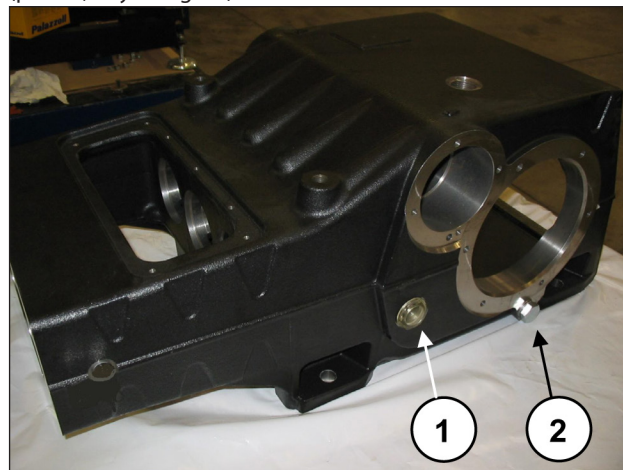

Fig. 47
Montar los dos testigos del nivel de aceite, los dos tapones de descarga del aceite y el racor con la conexión rápida a 90° (pos. ①, ② y ③ Fig. 47).